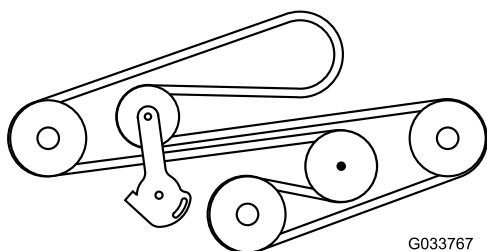

Figure 72
9. Installez la courroie et acheminez-la comme montré à la Figure 72.